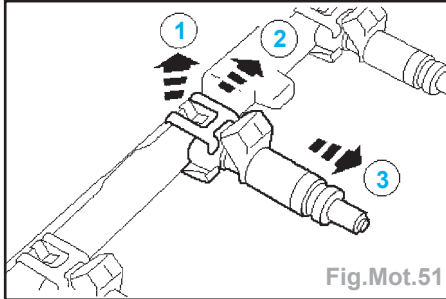

Fig.Mot.51
- Déposer les injecteurs de la rampe d'injection (Fig.Mot.51) :
- soulever le clip de fixation (1),
- faire glisser le clip de fixation (2),
- tirer sur l'injecteur (3).